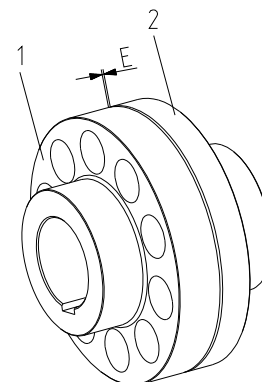

Рис. 15
- Переместите агрегаты в осевом направлении так, чтобы выдержать размер «Е» (см. рис. 15).